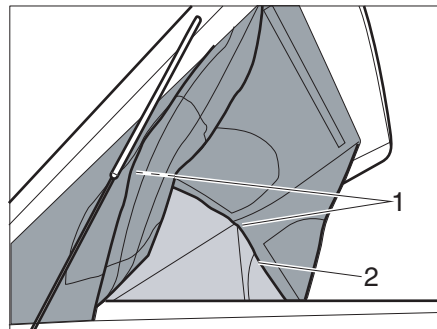

Fig. 38 Fonction panoramique
- ▶ Ouvrir la fermeture éclair (Fig. 38,2) tout autour du toit relevable.
- ▶ Fixer les parois latérales et la paroi frontale au toit relevable en haut à l'aide de fermetures Velcro (Fig. 38,1).